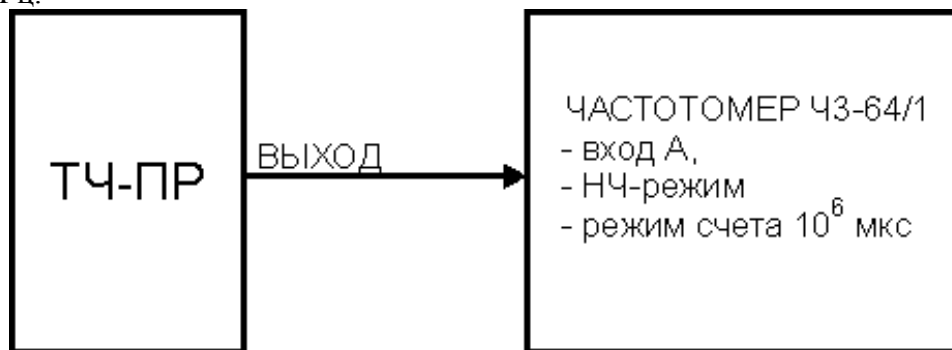

Рисунок 8.3. Проверка погрешности частоты синусоидального сигнала.
- использовать схему - см. Рисунок 8.3,